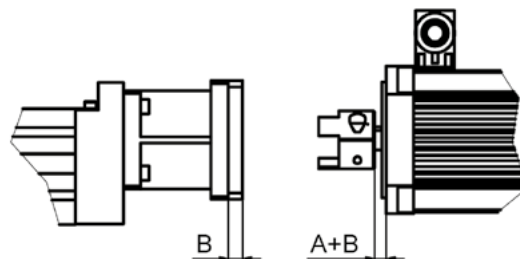

Bild 3.14 ____ Montagemaße
1. Kupplungsflange **2** auf die Motor- bzw. Getriebewelle stecken. Dabei das Maß A (Bild 3.14) aus Tabelle 6.24 in Kapitel 6.2.4.2 und Maß B bei Verwendung eines optionalen Zwischenflansches **5** berücksichtigen.